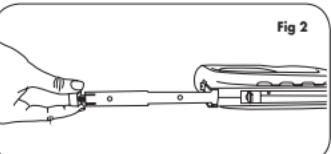

Fig 2
3. Saque el montaje de empuje hasta que se detenga y se revela el alimentador de grapas (**Fig 2**).